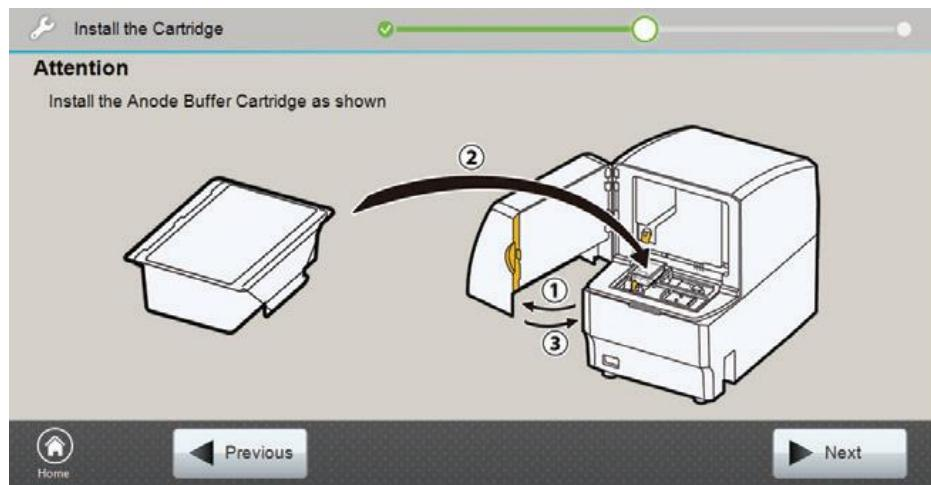

図 18 Install the Anode Buffer Cartridge 画面
- Install the Anode Buffer Cartridge** の画面（図 18）が現れたら、装置のフロントドアを開けてください。